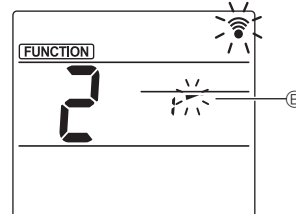

Fig. 3
③ Definir o ângulo da palheta (Fig. 3)